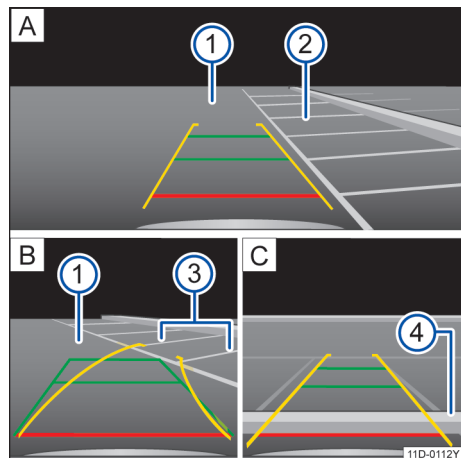

图 101 信息娱乐系统的屏幕显示：使用倒车摄像头泊车
- 将车辆驶到停车位前方 → 图 101 Ⓐ ②。
- 转向，使黄色辅助线与目标车位边界对齐。绿线和黄线必须与侧面边界线 → 图 101 Ⓑ ③ 重合。
- 当红色辅助线到达车位后方边界 → 图 101 Ⓒ ④ 时，停车。